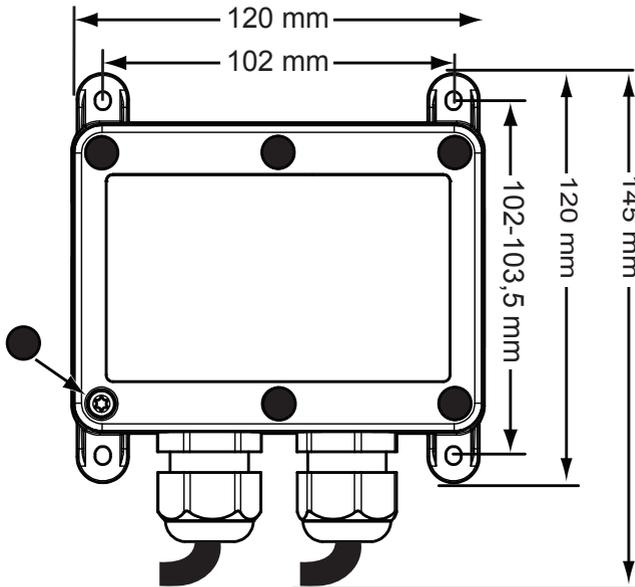

Abbildung 11. Bohrschema des Empfängers
1. Bohren Sie 4 Löcher (Maßzeichnung siehe Abbildung 11).